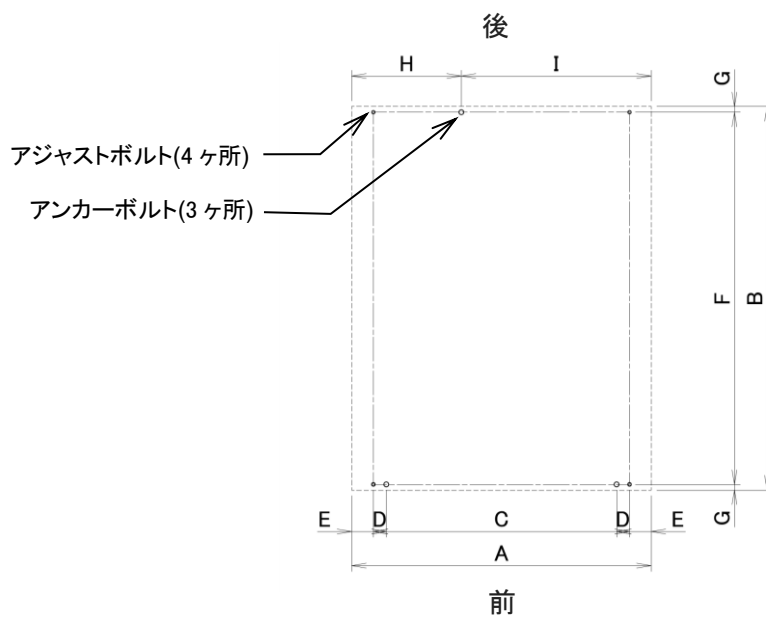

図 4-2
- 1) 機械の据付は、機械自重による床荷重(580kg/m²)に充分耐えられる所で、かつ、水平な所であれば、特別な基礎工事の必要はなく、簡易基礎にて水平を出し、4本のアンカーボルトにて固定するだけで充分です。ただし、特に地盤の弱い所は、機械ベース図(図 4-2)を参照の上基礎工事をしてください。また、機械の据付は水平器を用いて、左右は水平にし、機械の前後方向は機械前側が少し上がり気味になるように据付してください。